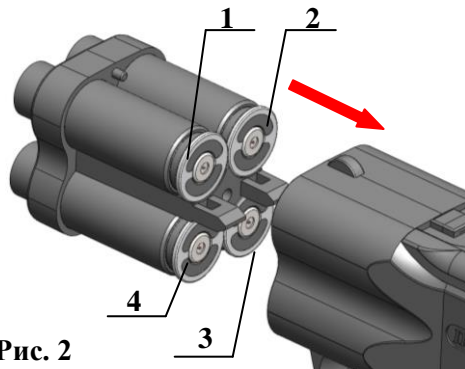

Рис. 2
5.2. Обойма 4 снаряжается четырьмя БАМами. При установке снаряженной обоймы в устройство (рис. 2), центральная часть обоймы отжимает защелку 6 вниз, при дальнейшем движении обоймы защелка возвращается в исходное положение, надежно фиксируя обойму в рукоятке. Устройство готово к использованию.
5.4. Если в каком-либо гнезде нет БАМа или БАМ оказался с дефектом (обрыв, короткое замыкание), то рабочий импульс подается на следующий БАМ. Такая схема не допускает осечки, если какой-либо из четырех БАМов оказался использованным или бракованным. Вылет струи ирританта осуществляется в последовательности, указанной на рис. 2.